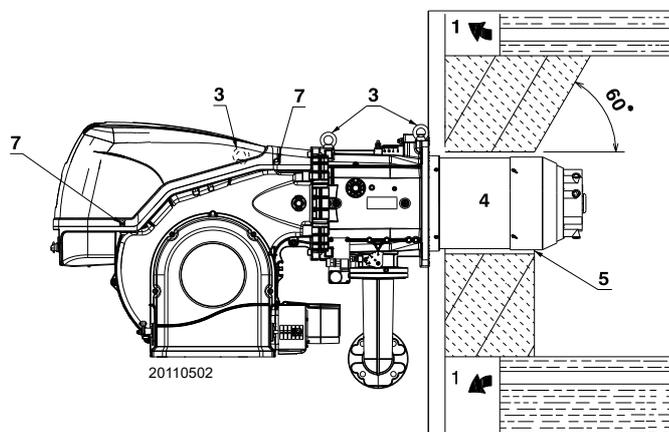

Fig. 14
Per le caldaie con giro dei fumi anteriore 1)(Fig. 14), o con camera ad inversione di fiamma, eseguire una protezione in materiale refrattario 5), tra refrattario caldaia 2)-5)(Fig. 14), e boccaglio 4).
Per le caldaie con il frontale raffreddato ad acqua non è necessario il rivestimento refrattario 2)-5)(Fig. 14), se non vi è espressa richiesta del costruttore della caldaia.
Predisporre un adeguato sistema di sollevamento agganciandosi agli anelli 3)(Fig. 14), dopo aver tolto le viti 7) di fissaggio del cofano 8).
- Infilare la protezione termica data a corredo sul boccaglio 4)(Fig. 14).